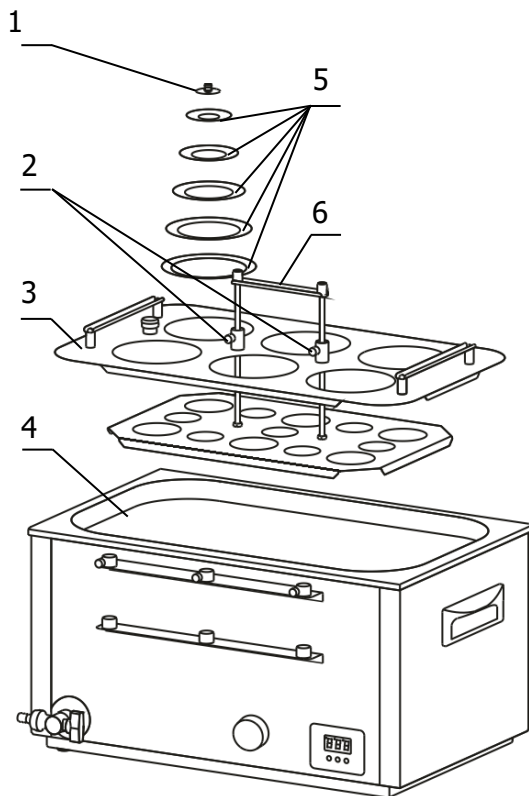

Рисунок 3 — Установка корзины в ванну бани (на примере ЛБ63)
1.4.2 Все модификации лабораторных бань ЛБ имеют сходную конструкцию ванны 3, в которую установлена корзина 1. Корзина имеет адаптер для контрольного термометра 2 и регулируемое по высоте дно. Баня имеет механический таймер 6, цифровой регулятор температуры 7 и кран для слива теплоносителя 5. Каждое рабочее место оснащено системой из пяти концентрических колец 5 (рисунок 3), позволяющей размещать в корзине емкости различного диаметра (максимальный диаметр рабочего места — 110 мм). Крышка 1 (рисунок 3) закрывает отверстие в наименьшем из колец при неиспользовании рабочего места. Штативы с лапками 8 (рисунок 1) предназначены для установки в вертикальное положение и фиксации высоких и неустойчивых емкостей.
2.2.2 Установить корзину 3 в ванну 4 (рисунок 3).
Корзины лабораторных бань на два и шесть рабочих мест имеют стационарную ручку 6 (рисунок 3). Корзины бань на одно, три и четыре рабочих места — съемную ручку 6, показанную на рисунке 4.
2.2.4 Поднять дно корзины в крайнее верхнее положение с помощью ручки 6 и зафиксировать винтовыми фиксаторами 2 (рисунок 3). В зависимости от диаметра емкости установить необходимое количество концентрических колец 5 и поместить емкость в корзину. Положение колбы можно зафиксировать, надев на ее горловину кольцо подходящего диаметра.